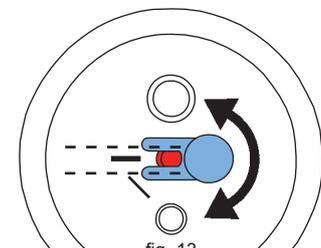

fig. 13
- Pour les silos de 25-70µm, la buse de dosage doit être alignée (fig. 13)!